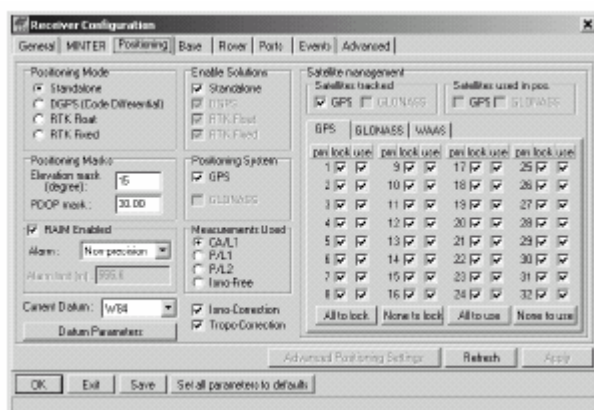

Figura 3-7. Configuración del parámetro Elevation Mask en la pestaña Posicionamiento
Haga clic en la pestaña **Posicionamiento** y ajuste el parámetro **Máscara de elevación** en 15 (Figura 3-7); a continuación haga clic en **Aplicar**.
4. Haga clic en la pestaña *Posicionamiento* y ajuste el parámetro *Máscaras de posición, Máscara de elevación (grados sexagesimales)* en 15 (Figura 3-7).